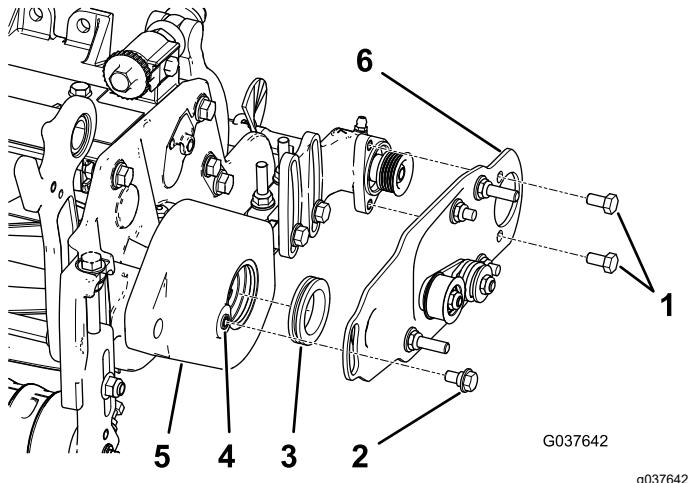

Figura 11
- Aplique una película de grasa al interior del anillo de goma del alojamiento del cepillo del rodillo (Figura 11).
- Instale la chapa izquierda o derecha del cepillo de rodillo (Figura 11).
4. Aplique fijador de roscas en los 2 pernos ($5/16'' \times 1\frac{1}{2}''$) y utilícelos para montar la placa del cepillo en el alojamiento del cojinete del cepillo de rodillo (Figura 11).
5. Elimine cualquier resto de pintura de las roscas del alojamiento del cepillo del rodillo usando un macho de roscar de $5/16''$ –18 antes de enroscar el perno de cuello largo (Figura 11).
6. Aplique fijador de roscas al perno de cuello largo (Figura 11).
7. Sujete la placa del cepillo al alojamiento del cepillo de rodillo con el perno de cuello largo (Figura 11).